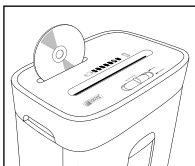

Fig. 9
Introduisez le CD par le haut et centré dans la fente de coupe des CD/cartes de crédit ❷ (voir fig. 9). Vous ne pouvez couper qu'un CD à la fois.